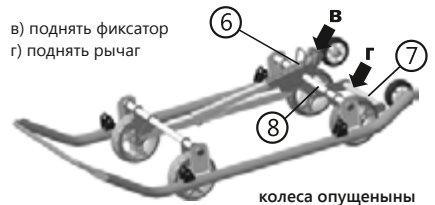

рис. 3 Механизм выдвижных колес
4.7.1. Для перемещения по твердому покрытию необходимо выдвинуть колеса, закрепленные на каркасе. Для этого носком ноги поднять фиксатор (6) (рис. 3), колеса опустятся, затем нажатием на рычаг (7) довести колеса до фиксированного положения. Паз на фиксаторе при этом должен зацепиться за ось колес (8).
- Ногой поднять фиксатор (6), колеса поднимутся;
- Носком ноги поднять рычаг (7) (рис. 3) до фиксированного положения. При этом паз на фиксаторе зацепится за ось колес (8).